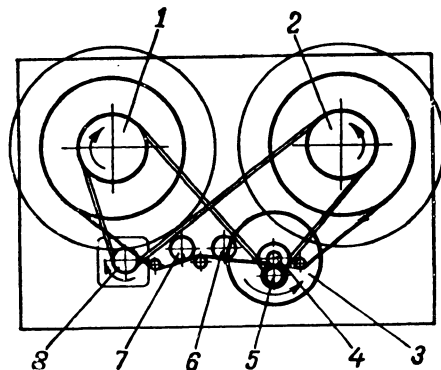

Рис. 27. Кинематическая схема лентопротяжного механизма.
**Лентопротяжный механизм.** Кинематическая схема лентопротяжного механизма показана на рис. 27. Механизм приводится в движение асинхронным электродвигателем КД-2. При записи и воспроизведении вращение от электродвигателя передается общим пассивком к узлам ведущего вала, приемному и подающему. Приемный узел подматывает ленту, а подающий — подтормаживает. Ленту к ведущему валу прижимает обрезиненный прижимной ролик. При ускоренной перематке в одном из боковых узлов создается жесткое сцепление и этот узел с большой скоростью вращает соответствующую катушку. Противоположный узел работает в режиме подтормаживания. Управление механизмом происходит клавишным переключателем, связанным тросами с отдельными